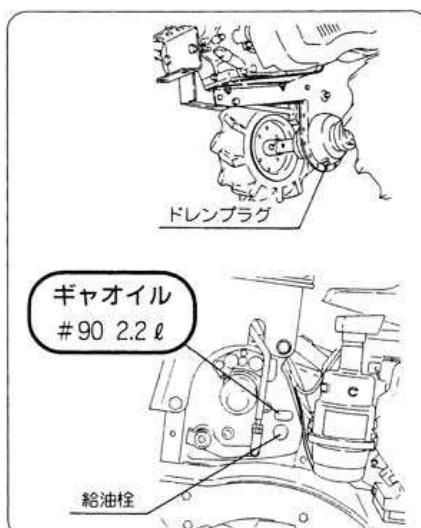

図30
(図30)
- ② トランスマッisionの給油口の注油栓を外してください。(図30)
- ③ 汚れたオイルが完全に無くなったら、ドレンプラグを確実に締付けてください。
- ④ 機体を水平にしてください。
- ⑤ 給油口からミッションオイルSAE90番をゆっくりと流し込んでください。
- ⑥ 注油栓を確実に挿入してください。